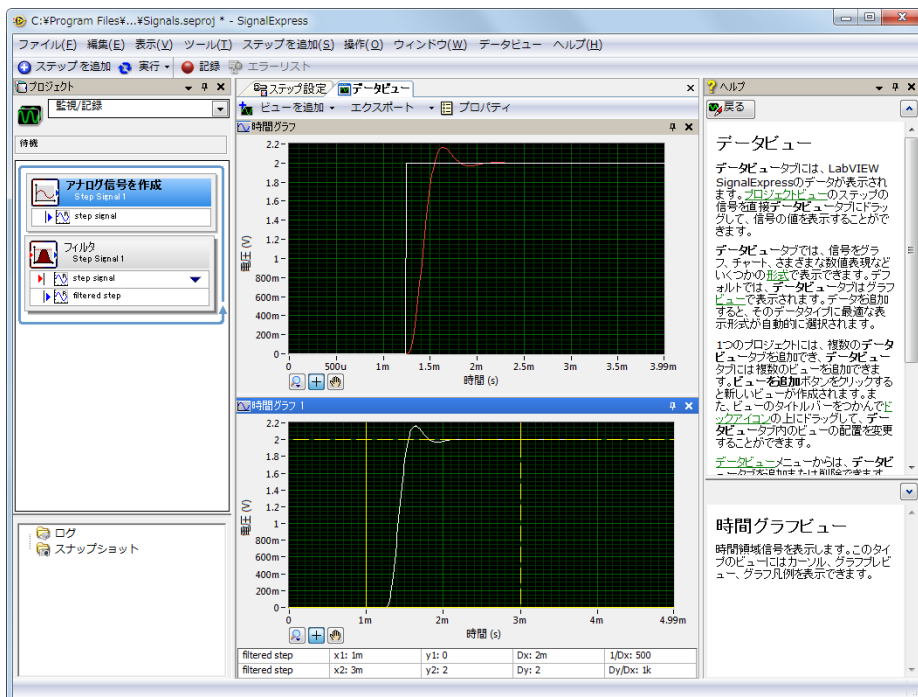

図 3-1 Signals.seproj
6. 新しいビューを右クリックし、詳細メニューから**表示項目→カーソル**を選択して図 3-1 のような2つの対話式カーソルを表示します。